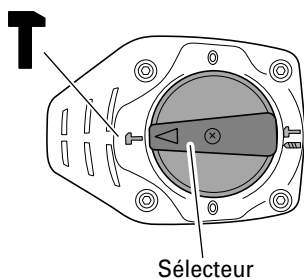

Fig. 8
- (1) Commutation sur "percussion"
- (b) Alignez ▲ du levier du sélecteur et  du couvercle de la manivelle comme illustré à la Fig. 8.